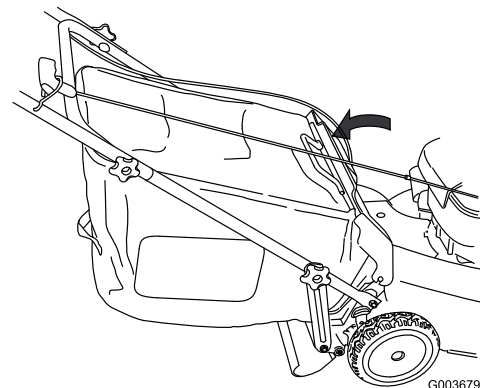

Figura 27
4. Baje la puerta trasera (Figura 27).